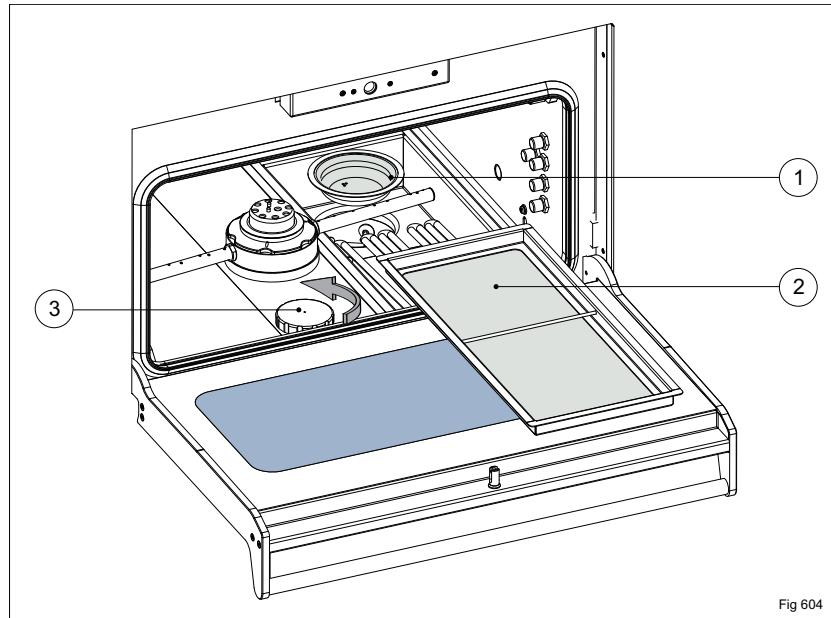

Fig 604
- ▶ Flächensieb herausnehmen (Fig. 604 Pos.2) und ggf. reinigen